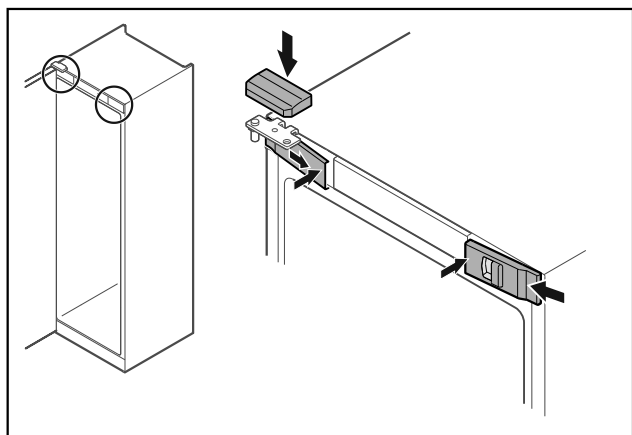

Fig. 51
- ▶ 从侧部挂入前盖板 Fig. 51 (1) 并从内部将其卡紧。
- ▶ 从上方卡紧上盖板 Fig. 51 (2)。